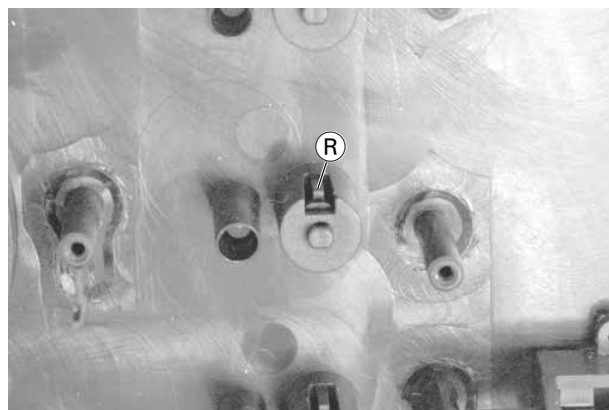

Fig. 6
7. Ausbau der Eingangswahltaeten (Fig. 6)
- Rastnase (R) austrasten und die Taste herausnehmen.
7. Disassemble the Input Selection Buttons (Fig. 6)
- Disengage the catch (R) and pull out the button.